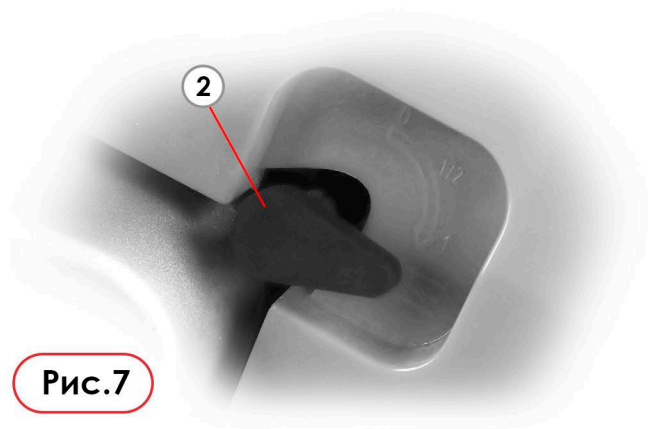

Рис.7
3) Установите рычаг воздушной заслонки (2) в положение «0», если двигатель холодный; (Рис. 7)